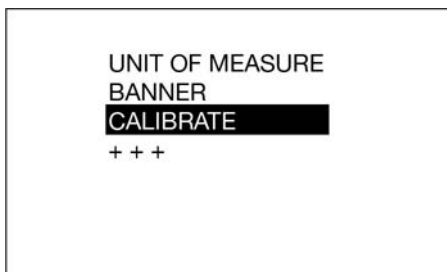

FIG. 25
- Use el botón de flecha ARRIBA o ABAJO del teclado para resaltar la opción Calibrar (CALIBRATE) (FIG. 25) y pulse el botón INTRO central en el teclado para seleccionar dicha opción.